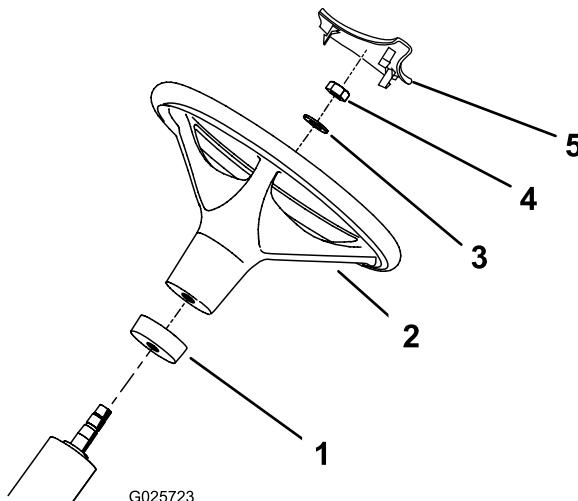

图 3
2. 将泡沫环从较小的一端开始滑入转向轴图 3。
3. 将方向盘滑入转向轴图 3。
4. 用垫圈和锁紧螺母将方向盘固定到转向轴图 3。
6. 将方向盘套安装到方向盘上图 3。